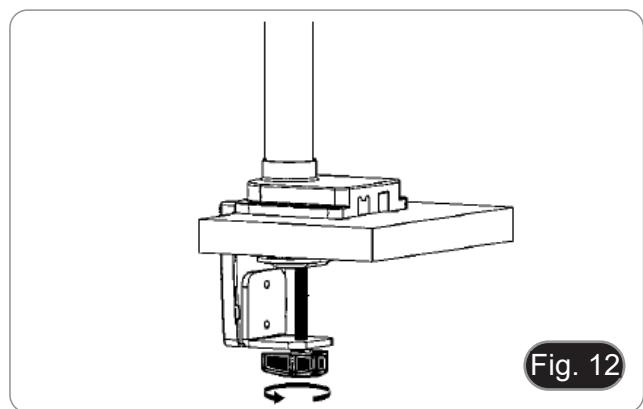

Fig. 12
5. Applicare il coperchio di plastica (H) al supporto del morsetto, quindi montare il tutto al tavolo serrando la manopola di fissaggio. (Fig. 12)
- NOTA: Il coperchio di plastica (H) serve anche come contenitore per le chiavi a brugola utilizzate per il montaggio e la regolazione delle varie parti.